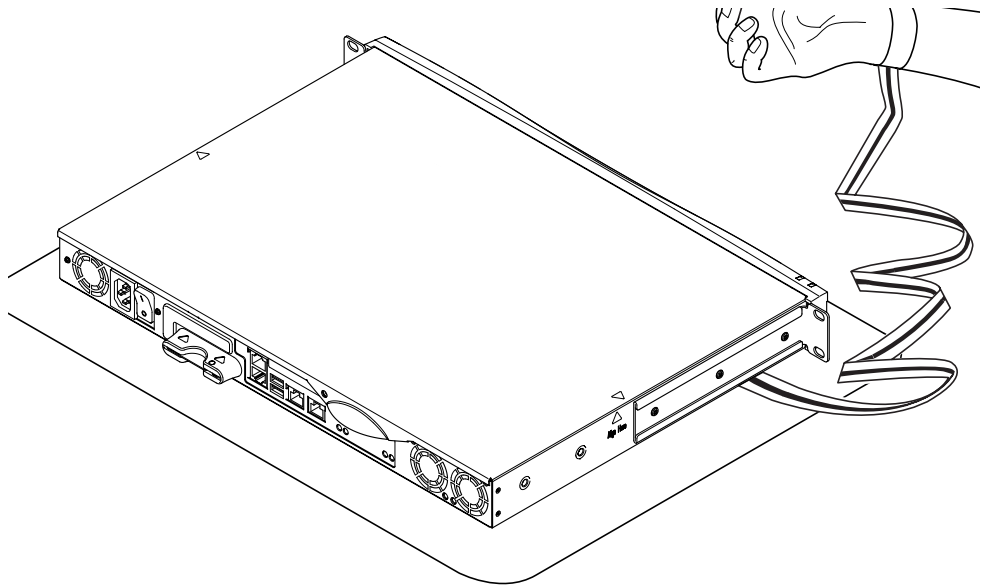

ABBILDUNG 8-2 Verwendung des mitgelieferten Antistatikarmbands
Achtung – Das System enthält elektronische Bauteile, die empfindlich auf statische Elektrizität reagieren. Berühren Sie keine Metallteile. Stellen Sie das System auf eine Antistatikmatte (ESD) (siehe ABBILDUNG 8-2). Legen Sie das im Lieferumfang des Systems enthaltene Antistatikarmband an, und befestigen Sie es am Metall-Chassis des Systems, bevor Sie interne Bauteile berühren.
1. Setzen Sie die Einheit auf die ESD-Oberfläche, und legen Sie ein antistatisches Armband an (siehe ABBILDUNG 8-2).
1. **Setzen Sie die Einheit auf die ESD-Oberfläche, und legen Sie ein antistatisches Armband an (siehe ABBILDUNG 8-2).**